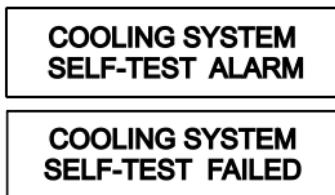

Рисунок 27 – Примеры сообщения о наличии ошибки (вверху) и критической неисправности (внизу)
2.2.4.4 В случае обнаружения неполадок, на дисплее отображается информация о наличии ошибки или критической неисправности, а в последующих сообщениях циклически выводится информация о конкретной причине с кодом ошибки (рисунок 27).